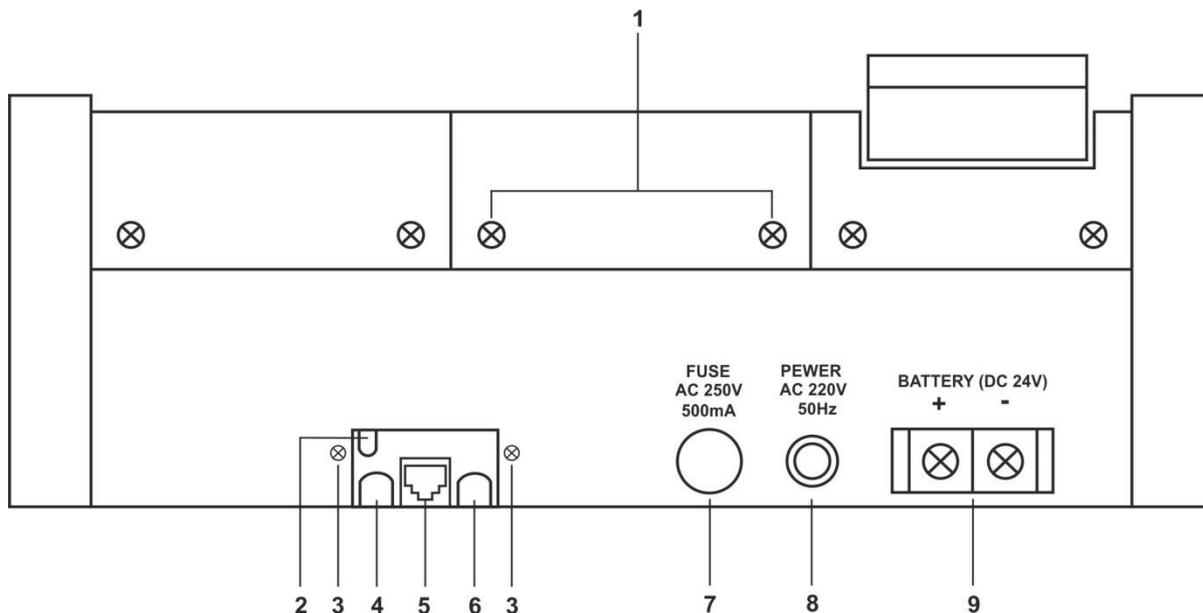

Рисунок 3. Внешний вид задней стороны корпуса пультов громкой связи с дополнительным разъемом
На рис.3 приведен внешний вид задней стороны корпуса пультов громкой связи с дополнительным разъемом.
4. При использовании системы регистрации и записи телефонных разговоров на персональный компьютер, подключить ее к разъему RJ-11 **(5)** (рис.3), расположенному на задней стороне корпуса пульта громкой связи (разъем устанавливается только под заказ).
2. Отвернуть 2 винта **(3)** (рис.3) на задней стороне корпуса пульта громкой связи и снять пластиковую вставку.
3. Пропустить через выходное отверстие **(2)** (рис.3) пластиковой вставки кабель с 4-х контактным разъемом, подсоединенный к радиопередатчику MP-811S1.